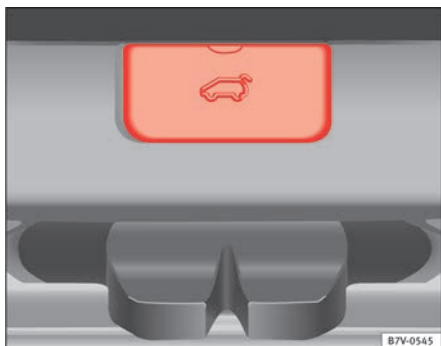

Abb. 191 Vom Gepäckraum aus: Abdeckkappe in der Heckklappe abnehmen.
- Eckige Abdeckung in der Innenverkleidung der Heckklappe abnehmen ⇒ Abb. 191.